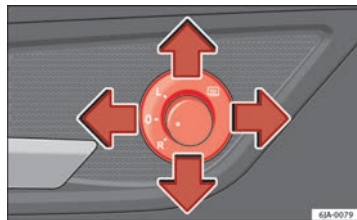

Abb. 68 Türinnenteil:
- Stellen Sie den Drehknopf in die Position  ⇒ Abb. 68.
- Stellen Sie den Drehknopf in die Position **L** ⇒ Abb. 68. Die Spiegelflächenbewegung ist mit der Bewegung des Drehknopfes identisch.
- Stellen Sie den Drehknopf in die Position **R** ⇒ Abb. 68. Die Spiegelflächenbewegung ist mit der Bewegung des Drehknopfes identisch. ▶